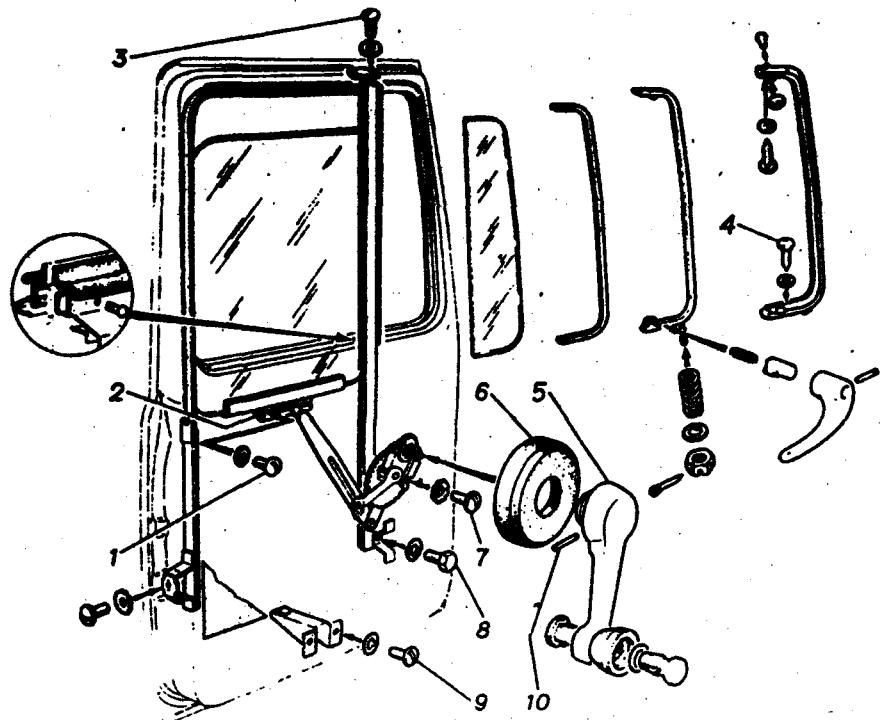

Рис. 149. Стеклоподъемник двери:
3. Отжать розетку 6 (рис. 149) ручки стеклоподъемника, выбить штифт 10 крепления ручки и снять ручку 5.
- 3. Опустить стекло в нижнее положение, обеспечивающее доступ к кулисе 2 (рис. 149).**
- 3. Отвернуть два винта 9 (рис. 149) крепления кронштейна опускного стекла и вынуть кронштейн из двери через монтажный люк.**